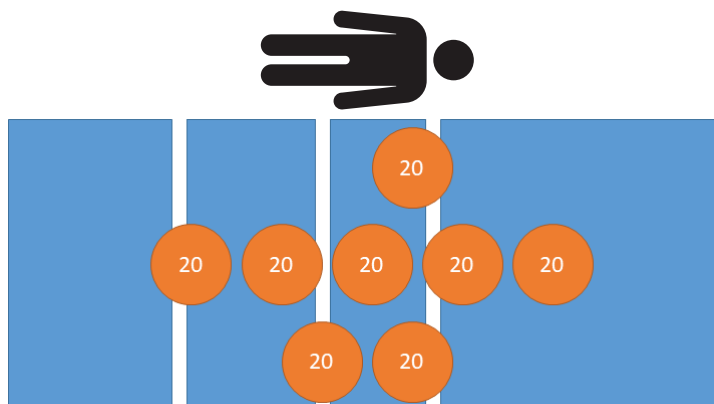

Abbildung 21 – Wägeleistungsprüfung – 160 kg
4. Mit kalibrierten Gewichten 160 kg auf das Produkt legen (Abbildung 21).
8. Mit kalibrierten Gewichten 160 kg auf das Produkt legen (Abbildung 21).